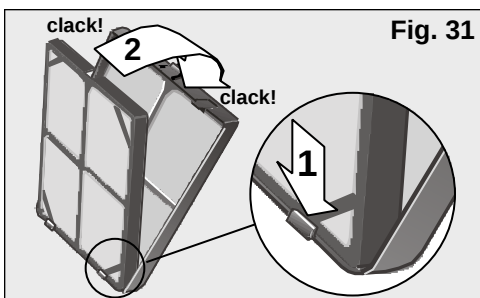

Fig. 31
- Introducete il filtro purificatore + cornice nel filtro base come indicato dalla **Fig. 31**, tenendo conto che dovrete anzitutto inserirlo nelle pattine inferiori.